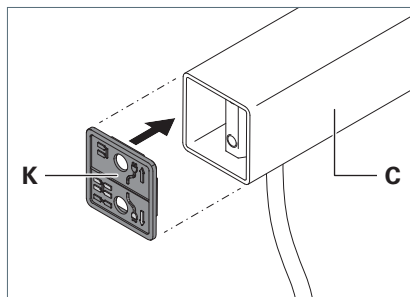

Fig. 3: Insérer la plaque de base.
2. Tournez la plaque de base **K** dans la position de montage correcte et insérez-la sur le bras vertical **C**, voir Fig. 3.